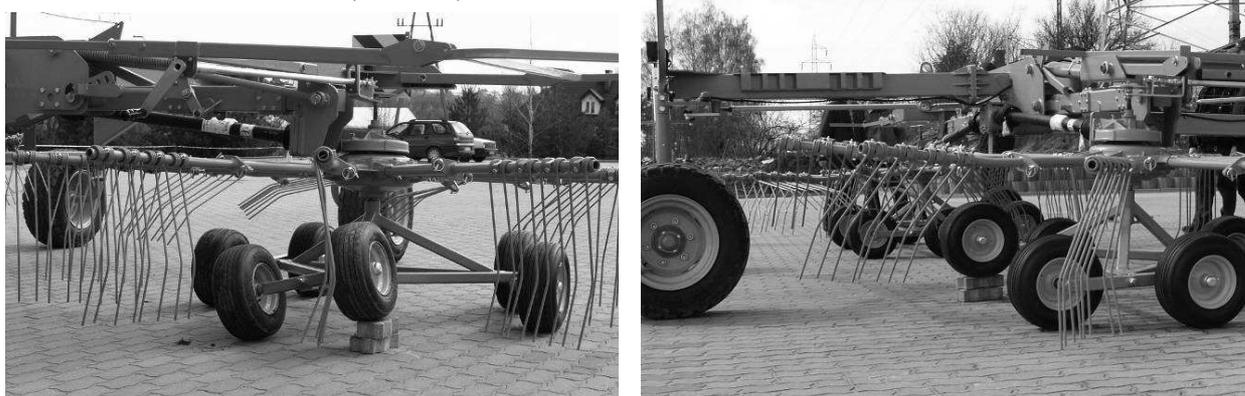

Рис. 25. Тандемные колеса тележки карусели
Применение в стандартной версии тележек 6-колесных уменьшило нажим граблей на грунт, что имеет особое значение на мягких поверхностях, напр. торфяных. Небольшие неровности территории (напр. камни) нивелируются благодаря подвижным, тандемным колесам ходовой тележки (Рис. 25).
Во время поднимания плеч с рабочими системами (1) и (2) собачка (3) автоматически блокируется в положении для поворотных полос (Рис. 25).